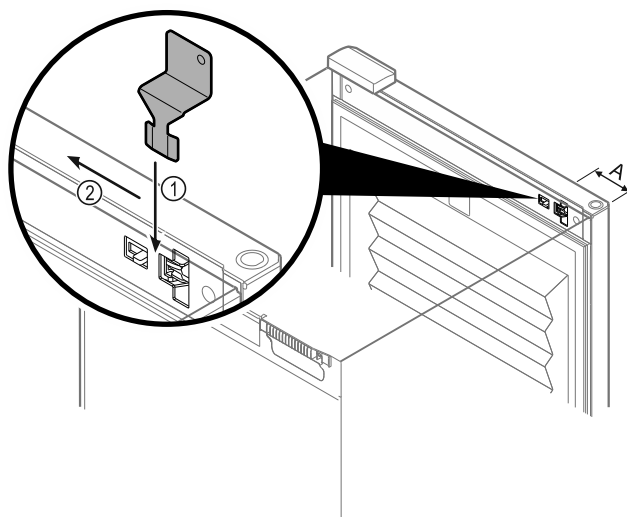

Fig. 138
- ▶ Poziciononi çelësin e zhbllokimit të emergjencës në pozicionin e parashikuar Fig. 138 (A) ≈ 100 mm.
- ▶ Futni nga lart çelësin e zhbllokimit të emergjencës midis derës dhe trupit të pajisjes sa të shkojë deri në fund Fig. 138 (1).
- ▶ Tërhiqni çelësin e zhbllokimit të emergjencës në drejtimin në anën e menteshës Fig. 138 (2).